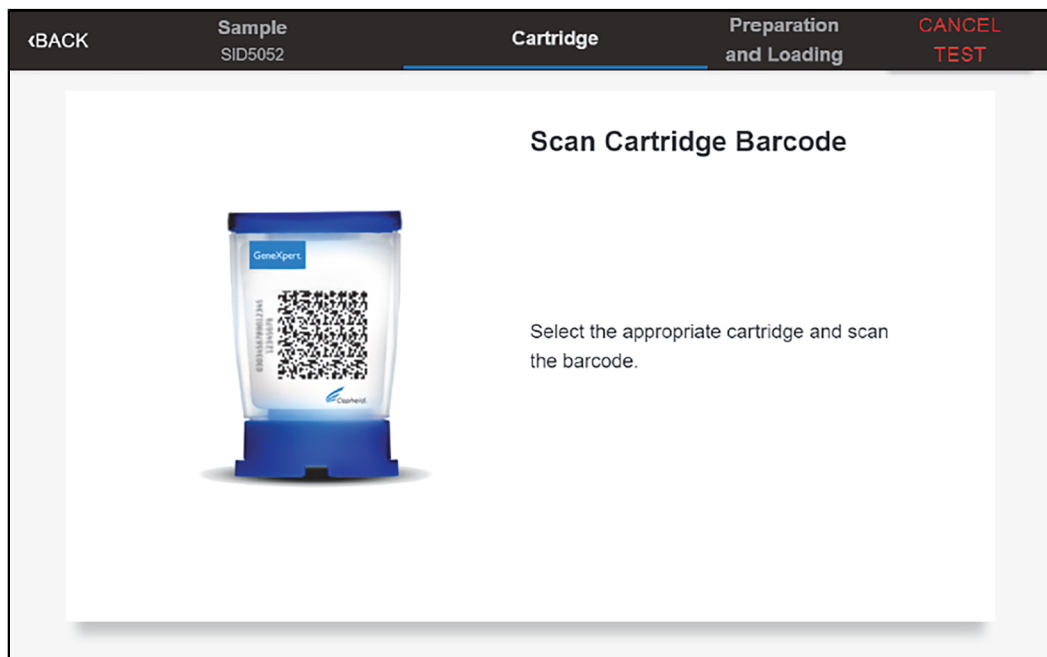

Figure 25. Écran Scanner le code-barres de la cartouche (Scan Cartridge Barcode)
6. Vérifiez l'identifiant de l'échantillon et appuyez sur CONFIRMER (CONFIRM). L'écran Lire le code-barres de la cartouche (Scan Cartridge Barcode) s'affiche (voir la Figure 25).